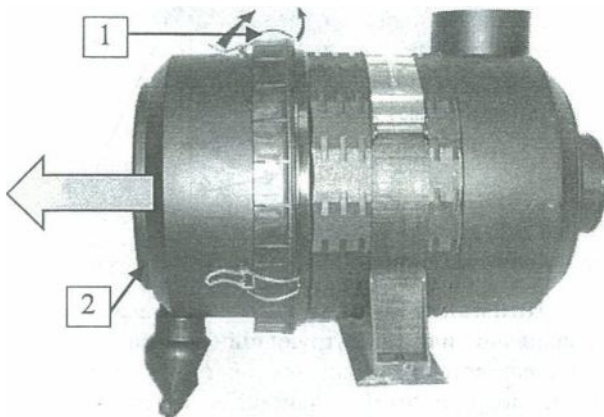

Рис. 1 Снятие крышки
Проверить наличие напряжения питания (Упом $m=24$ В) в колодке автомобиля XS3 (см. рис. 1).
Разблокируйте фиксаторы (1) и снимите крышку (2) (Рис.1)